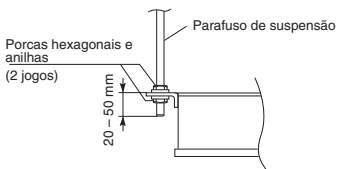

Fig. 3-5
- (3) Suspenda e fixe a unidade interior utilizando 2 porcas hexagonais (fornecimento de campo) e anilhas especiais (fornecidas com a unidade) como mostrado na Fig. 3-5.